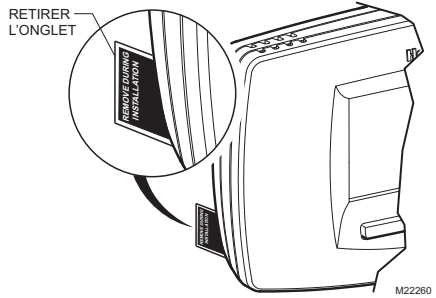

Fig. 23. Retirer l'onglet «REMOVE DURING INSTALLATION» à l'arrière du thermostat
- Retirer l'onglet «REMOVE DURING INSTALLATION». Voir Fig. 23.